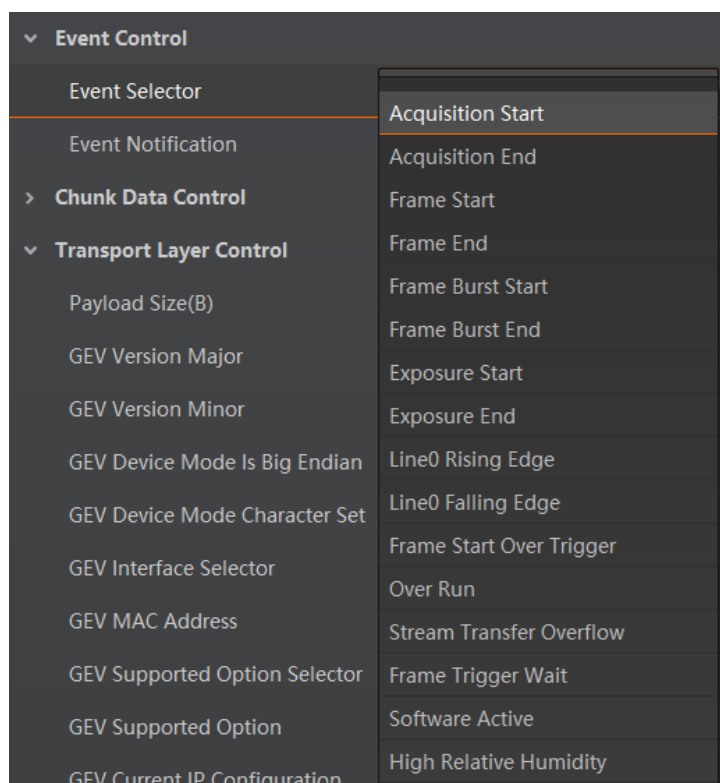

图9-8 选择需要查看的事件
1. 在属性 *Event Control* 下，参数 *Event Selector* 处下拉选择需要查看的事件，如图 9-8 所示，目前支持的事件源请见下表。